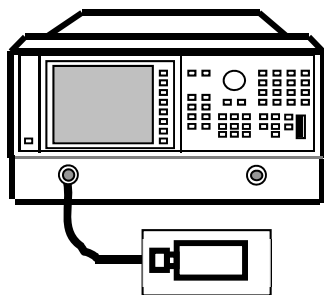

图 8.6 探头功率驻波比测试框图
测试框图如图 8.6 所示。
- 1) 如图 8.6 连接设备，开机复位，预热至少 30min。